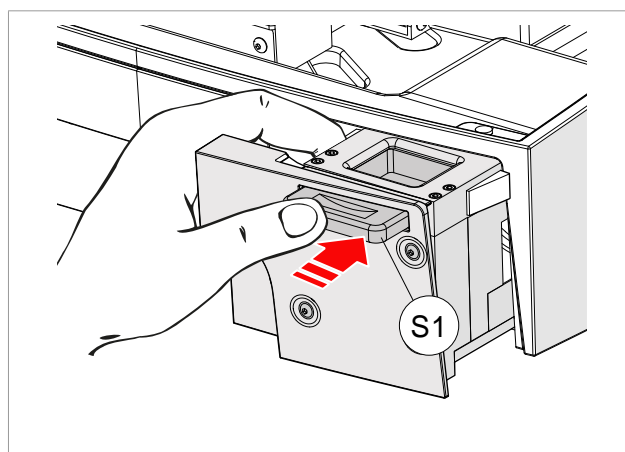

Fig. 60
- 1) Trek de lade (S) volledig uit.
- 2) Houd met één hand de lade vast en druk gelijktijdig met dezelfde hand op de hendel (S1) (Fig. 60).